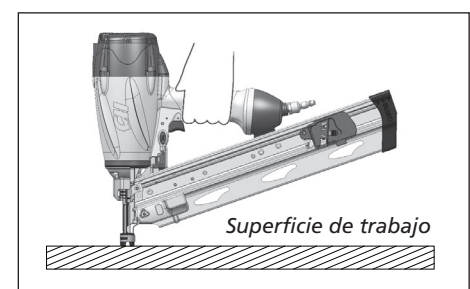

Figura 19
5. Presione el WCE contra la superficie de trabajo sin tirar del gatillo (ver Figura 19). La clavadora **NO DEBE FUNCIONAR**. No use la herramienta si funciona sin que tire del gatillo. Pueden ocurrir lesiones personales.